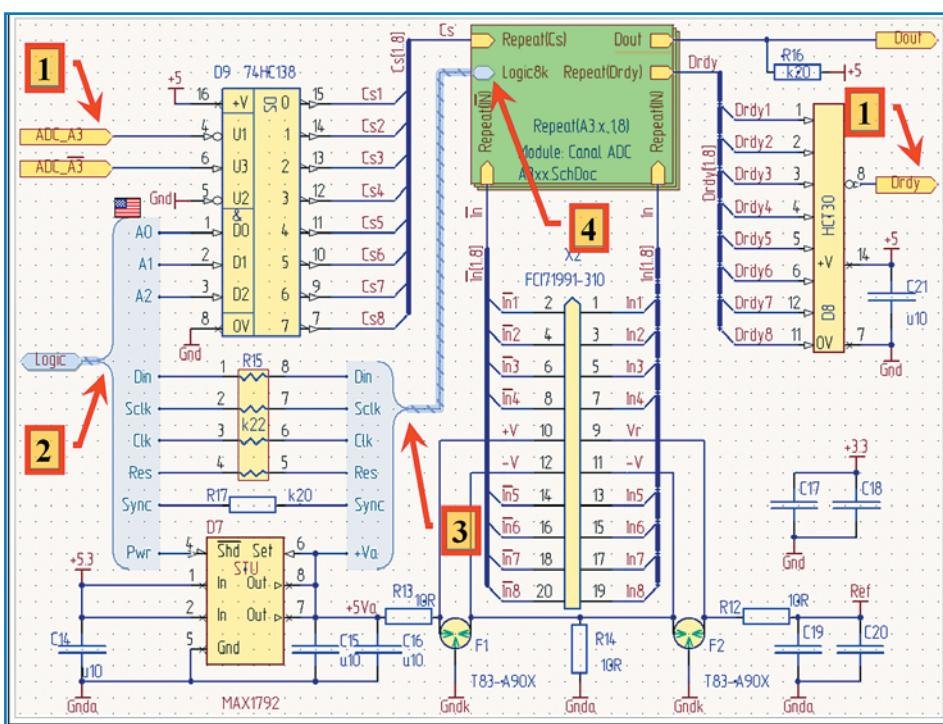

Рис. 11. Схема 8-канального АЦП
На рис. 24 [1] была представлена схема 8-канального аналогово-цифрового преобразователя с применением иерархии. На рис. 11 представлен ее новый вариант, где указаны:
- использование внутреннего **Signal Harness** (ссылка 3 рис. 11) существенно облегчает выбор места для элементов схемы.